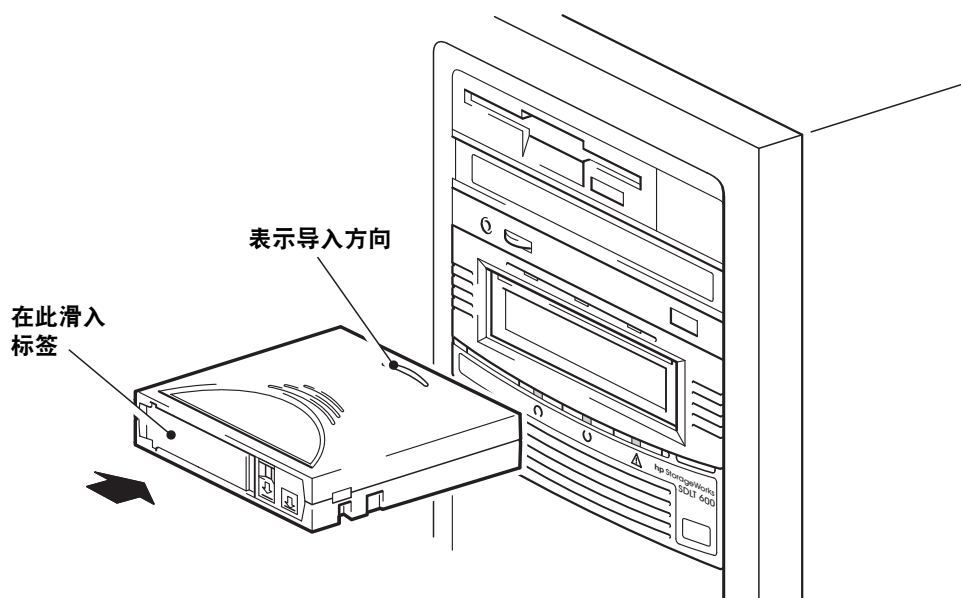

图 9a: 装入盒式磁带
- 1 将盒式磁带插入驱动器前端的插槽中，使标记在最上面且朝向驱动器挡门。轻轻推压，直到磁带机接收磁带并将其装入。（见图 9a。）